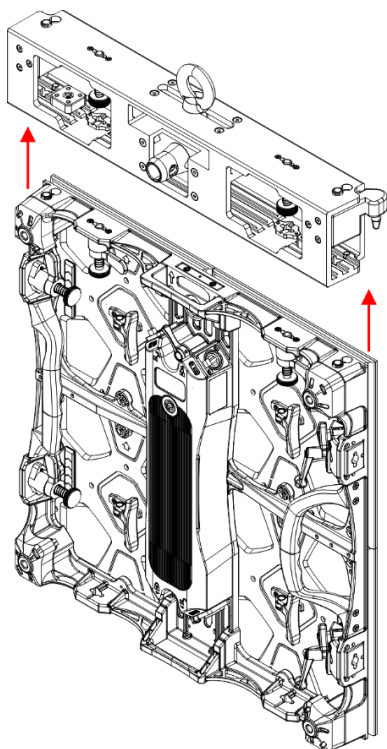
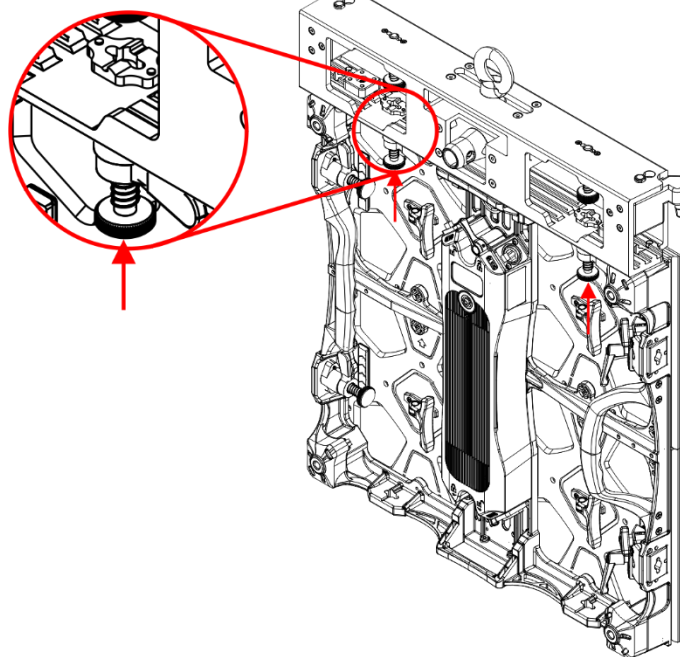

Fig. 19
Fig. 20
- 01) Coloque la pantalla LED debajo de la barra de rigging y deje que la tira magnética de la parte superior de la pantalla LED se acople a la parte inferior de la barra de rigging como se muestra en la Fig. 19.
- 02) Gire la **palanca (A)** del **mecanismo de bloqueo izquierdo (06)** en sentido antihorario.
- 03) Empuje el **cierre rápido con resorte (B)** del **mecanismo de bloqueo izquierdo (06)** hacia arriba y gírelo 90° en sentido horario o antihorario como se muestra en las Fig. 20 y 21.